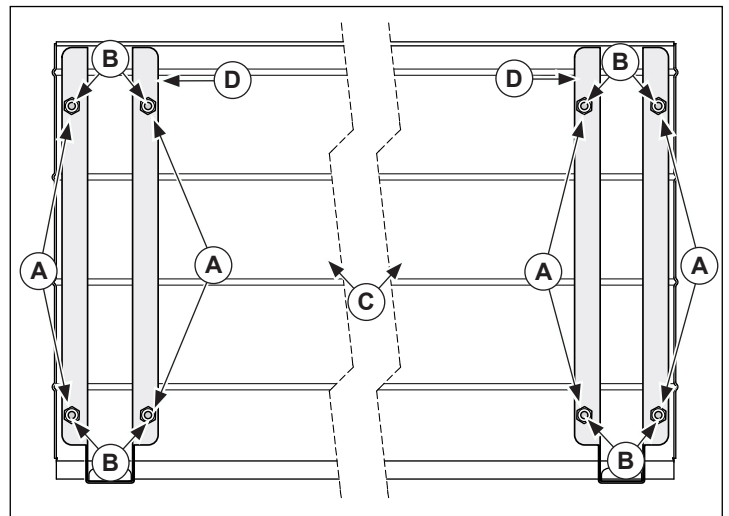

Figura 4. Instalación del deslizador de bandejas y los soportes
1. Gire el deslizador de bandejas (C) de modo que las tuercas de soldadura (B) queden expuestas. Consulte la Figura 4.